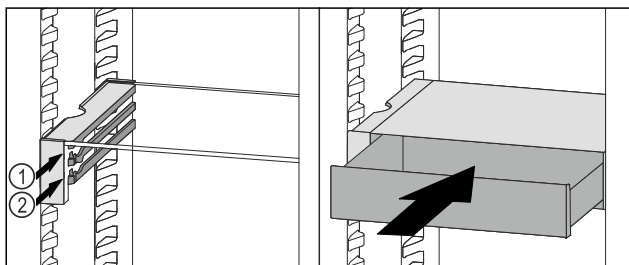

Fig. 109
- Nasadte zásuvku VarioSafe za zarážky na požadovaném žebro Fig. 109 (1) nebo Fig. 109 (2).